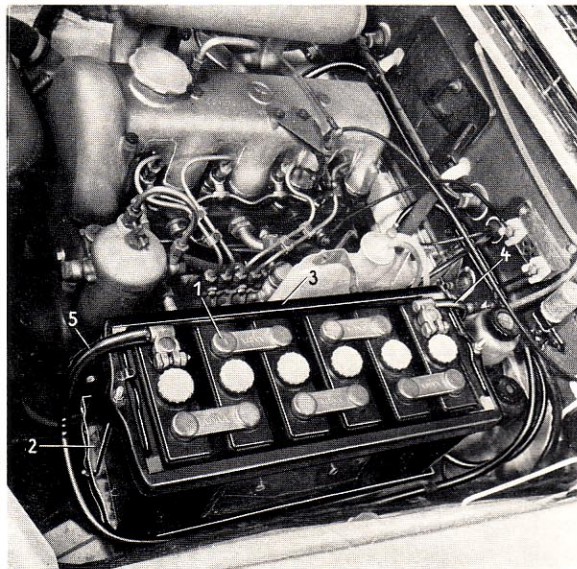

Bild 54-1/5
4. 84 Ah-Batterie so einsetzen, daß die beiden Batterie-Pole nach **innen** zeigen. Anschließend Befestigungsrahmen (3) aufsetzen und Batterie befestigen.
5. Anlasserleitung (5) am Pluspol und Masseleitung (4) am Minuspol der Batterie anklammern (Bild 54-1/5).